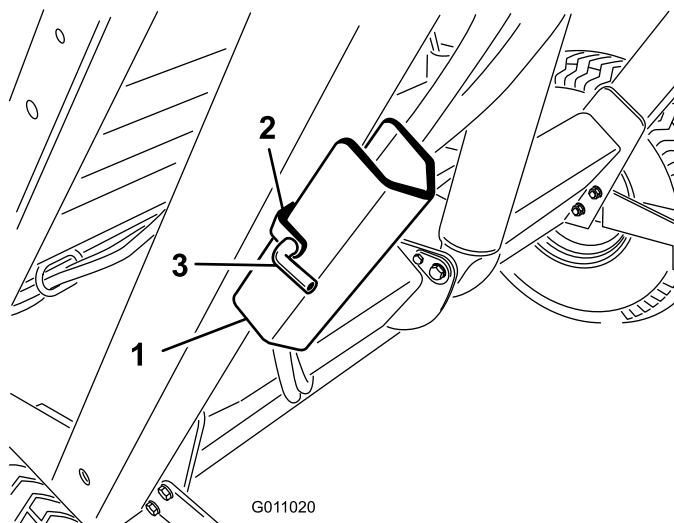

Figure 26
2. Retirez la goupille fendue et la goupille de fixation du support de sécurité au support de rangement sur le cadre de la machine (Figure 26). Retirez le support de sécurité.